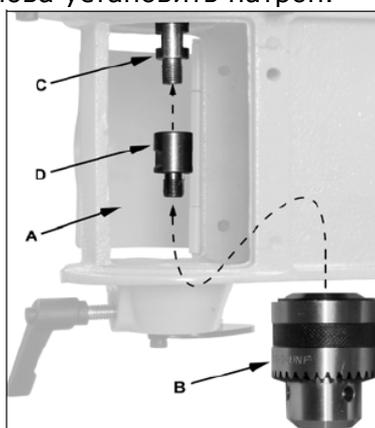

Рис. 10
Для резцов с коротким телом используйте поставляемый со станком переходник (D, Рис. 10).
Придерживайте шпиндель (C, Рис. 10) при помощи гаечного ключа 12 мм и, используя ключ сверлильного патрона, ослабьте патрон (B).